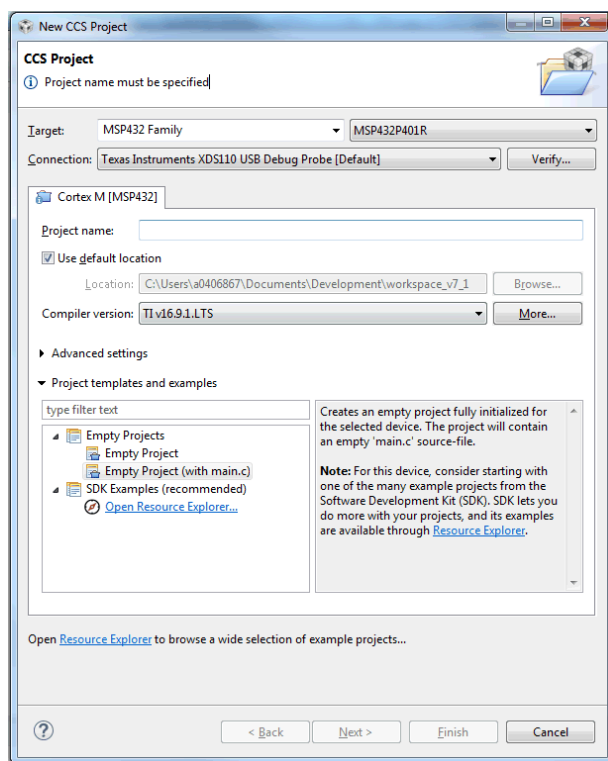

图 3. 新建项目向导
2. 选择 **MSP432** 作为目标系列（请参见图 3），这可以限制器件下拉列表中列出的器件型号。